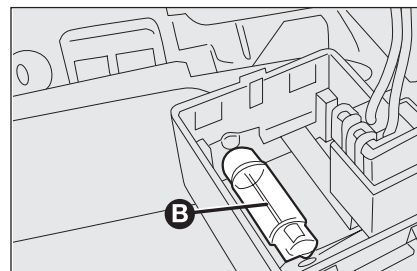

fig. 38
- remplacer l'ampoule **B** - **fig. 38** en la dégageant des contacts latéraux et en s'assurant que la nouvelle ampoule soit correctement bloquée entre ces contacts ;